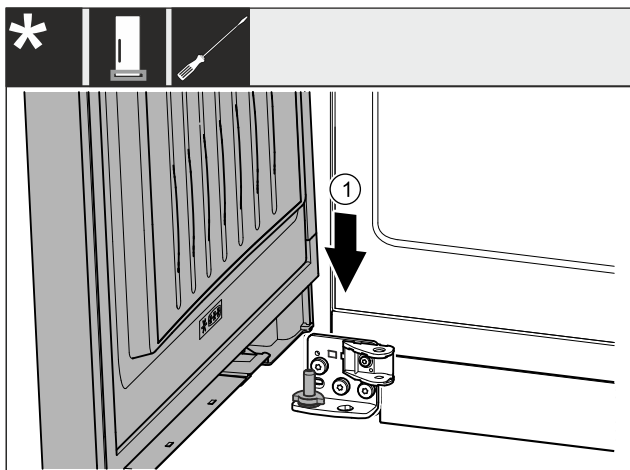

Fig. 30
- ▶ Deur van bovenaf op de onderste lagerbouten plaatsen. Fig. 30 (1)